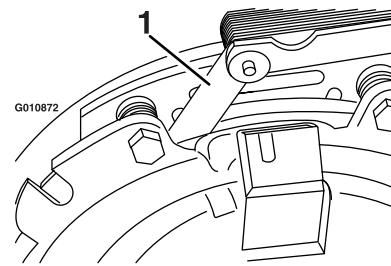
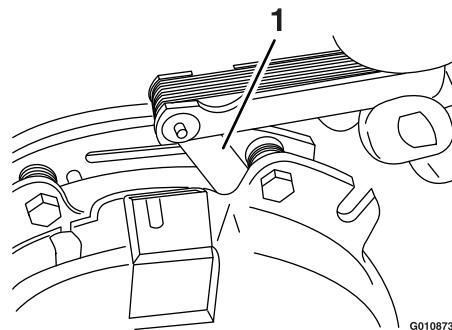

Figura 91
Figura 92
- E. Usando una galga de 0.25 mm (0.01"), compruebe la presencia de un espacio entre el rotor y la cara de la armadura en ambos lados del polo del freno, según se indica en Figura 91 y Figura 92.